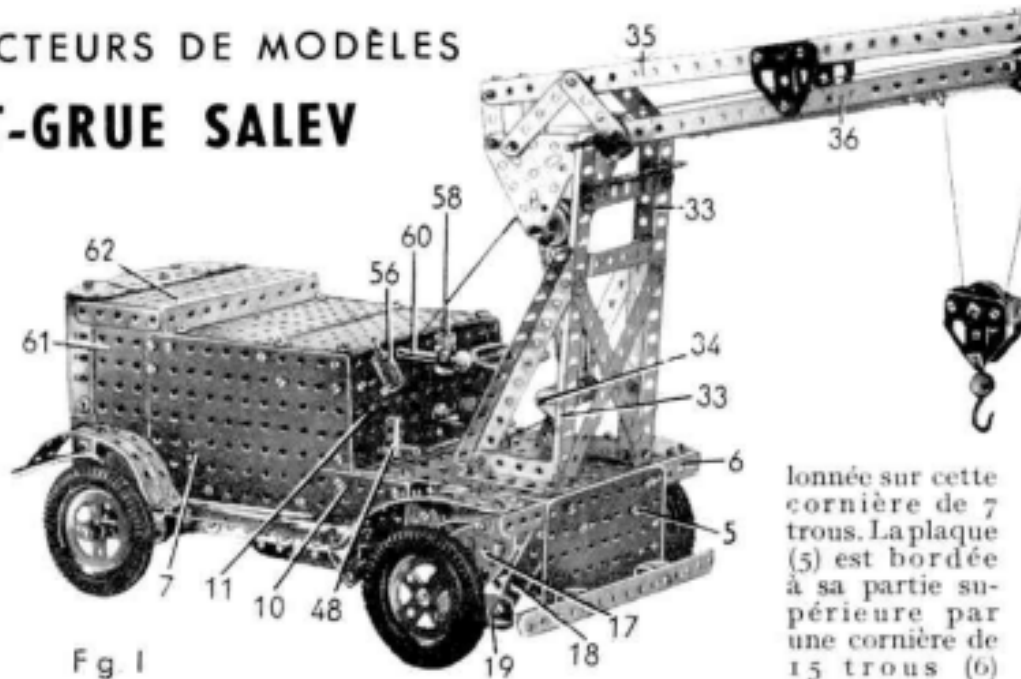

Fig. 1
de 3 trous de chaque côté. Une plaque sans rebords de 14 x 9 cm. (7) (fig. 1) est boulonnée verticalement de chaque côté sur une cornière de 7 trous qui est fixée elle-même sur la cornière (4). Une cornière de 4 trous est boulonnée à l'avant de chaque plaque (7). Une plaque sans rebords de 14 x 9 cm. (8) (fig. 4) est fixée sur la cornière (6) et ses angles arrière sont réunis aux cornières de 4 trous. Ces dernières portent aussi deux plaques sans rebords de 75 x 38 mm. (9) et, de chaque côté, une plaque flexible triangulaire de 6 x 4 cm. (10).
Les deux plaques (7) sont réunies à l'avant par une plaque sans rebords de 14 x 6 cm. (11) tenue par des équerres (fig. 1), à l'arrière et à l'intérieur par deux bandes coudées de 140 x 12 mm. (12).
Une cornière de 9 trous est boulonnée à l'avant du châssis sur chacune des cornières (1) ; une embase triangulée plate (17) (fig. 1) est fixée sur chaque cornière de 9 trous. Deux bandes de 5 trous (18) sont également boulonnées sur cette cornière ; elles sont disposées obliquement et réunies à leur partie inférieure par le rebord d'une embase triangulée coudée (19) qui doit se trouver à l'aplomb de l'embase triangulée plate (17). Les deux embases triangulées coudées (19) sont réunies par une bande de 9 trous (20) légèrement gauchie (fig. 3). Chaque embase triangulée plate (17) est munie d'une équerre de 26 x 12 mm. Un support plat est placé sur l'équerre de façon que son trou rond corresponde au trou allongé de l'équerre.